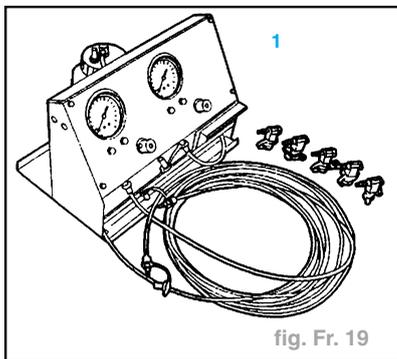

fig. Fr. 19
- Ensuite il faut brancher l'outil (1) (fig. Fr. 19) afin de contrôler les valeurs de pression arrière par rapport aux pressions avant (60 et 100 bar).